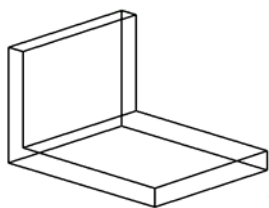
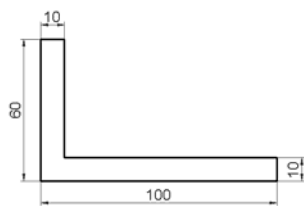

图 17.11.2 三维拉伸实体对象
图 17.11.3 封闭的二维图形
Step2. 创建图 17.11.2 所示的三维拉伸实体对象。
(1) 切换图层。在“图层”工具栏中，选择“轮廓线层”图层。
(2) 绘制一般的二维图形。选择下拉菜单 **绘图** 命令，选择 **直线** 命令，绘制图 17.11.3 所示的封闭的二维图形。
(3) 将封闭的二维图形转换为面域。选择下拉菜单 **绘图(D)** \rightarrow **面域(A)** 命令，框选上一步绘制的整个封闭的二维图形，按 Enter 键结束选择。
(4) 将二维面域拉伸成三维实体。选择下拉菜单 **绘图(D)** \rightarrow **建模(M)** \rightarrow **拉伸(E)** 命令；选取步骤(3)中创建的面域作为拉伸截面，按 Enter 键结束选择；在命令行中输入拉伸高度值 80 后按 Enter 键。
Step3. 启动三维动态观察器查看并旋转三维实体。选择下拉菜单 **视图(V)** \rightarrow **动态观察(O)** \rightarrow **自由动态观察(F)** 命令，系统进入三维查看模式；在观察器中，按住鼠标左键不放，左右、上下拖动光标，可以查看到三维实体的三维图形；将三维实体调整到图 17.11.2 所示的方位；按 Enter 键退出三维动态观察器。